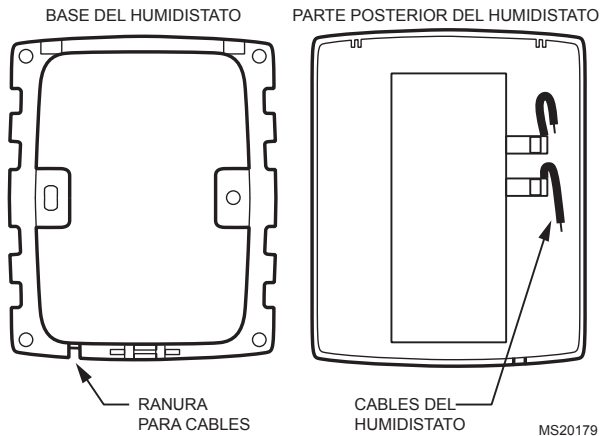

Fig. 14. Base del humidistato y vista posterior.
7. Conecte los cables de bajo voltaje a los cables conductores y reemplace la caja del H8908. Consulte la Fig. 14.